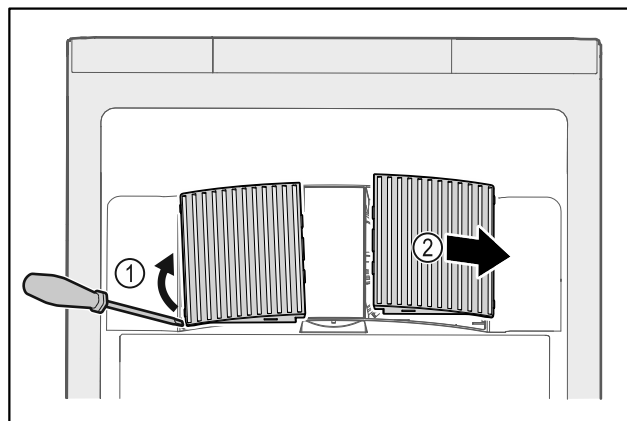

Fig. 176
- ▶ Lirk forsigtigt ventilatorafdækningerne ud fra siden Fig. 176 (1), og tag dem af forfra Fig. 176 (2).